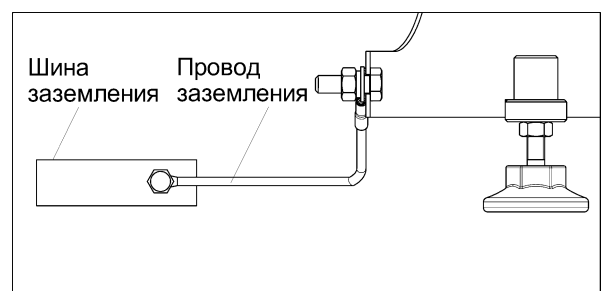

Рисунок 3.
(1) Подсоедините заземляющий провод к болту заземления бойлера (см. рис.3), сечение провода не менее 1мм2;
(2) Подсоедините заземляющий провод к заземляющей шине или другой точки заземления.